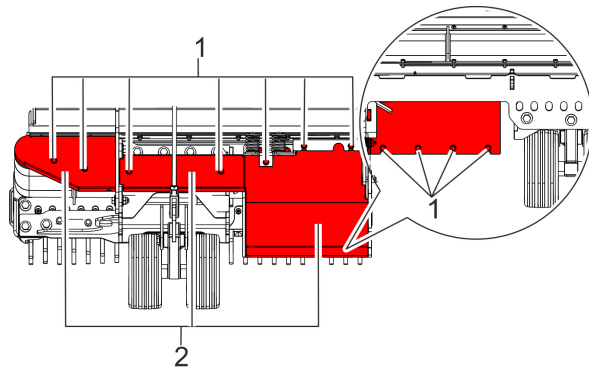

Abb. 58: Abdeckungen entfernen
3. Mit dem Schraubenschlüssel 11 Schrauben (Abb. 58/1) lösen. Abdeckungen (Abb. 58/2) entfernen.
16. Abdeckungen mit den 11 Schrauben (Abb. 58/2) montieren.